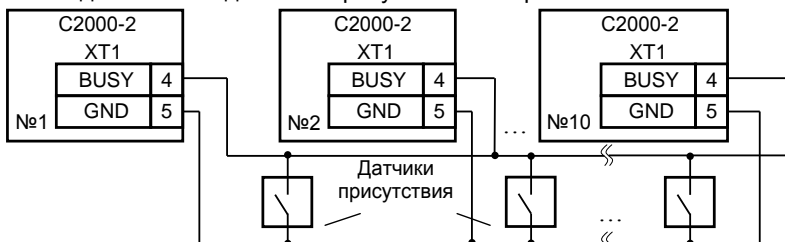

Рисунок 6. Схема объединения контроллеров по входу/выходу «BUSY» и подключения датчиков присутствия
4.3.2 При необходимости подключите датчик присутствия с нормально разомкнутыми контактами к клеммам «BUSY» и «GND» контроллера (см. рис. 6). Количество параллельно подключаемых датчиков присутствия не ограничено.